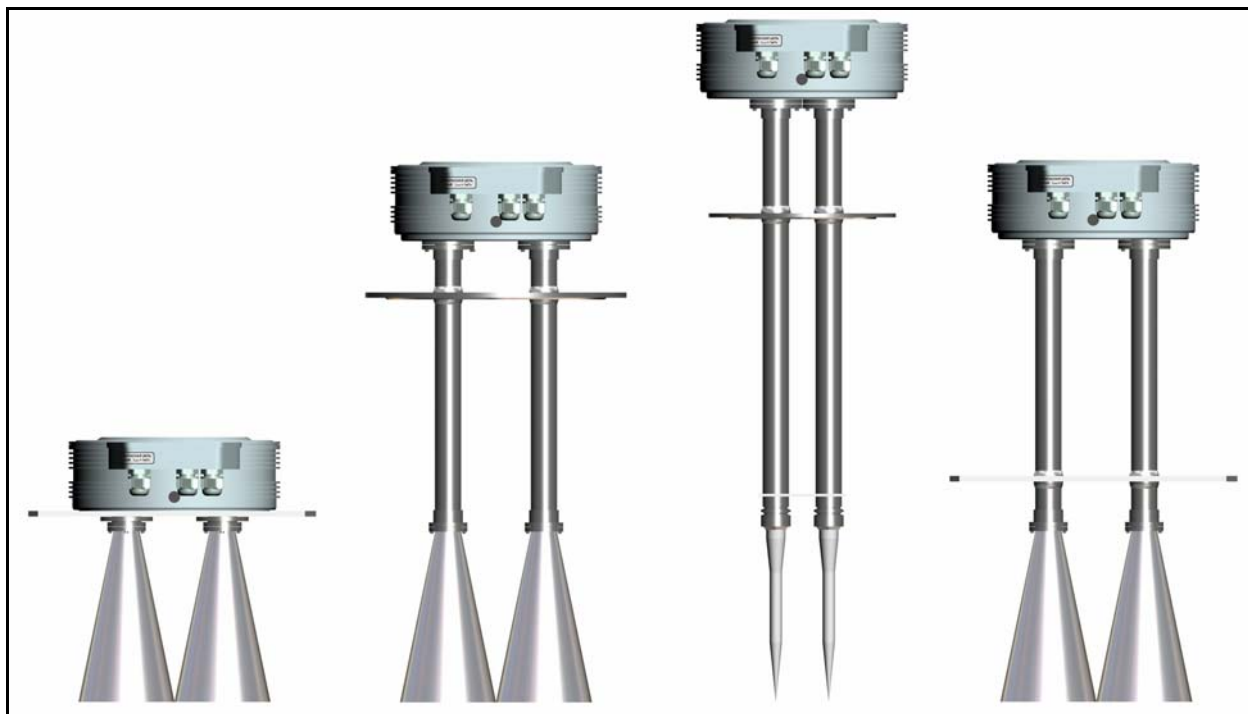

Рисунок 7
1.3.3 Для обеспечения работы в условиях конкретных технологических процессов и возможности применения в резервуарах с различными геометрическими размерами уровнемеры имеют различные антенные системы и, соответственно, ряд конструктивных исполнений (см. рисунок 7). Возможность применения какого-либо из исполнений в каждом конкретном случае определяет предприятие-изготовитель на основании данных, предоставляемых потребителем (заказчиком).